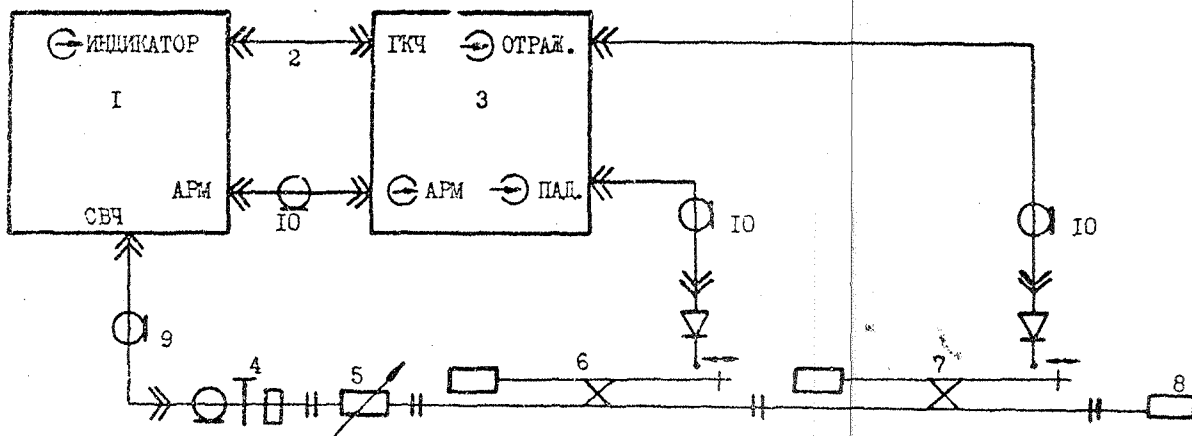

Рис. 3. Структурная схема калибровки прибора
9.1. ГКЧ, индикатор и СВЧ узлы соединяются согласно структурной схеме рис. 3. Для соединения выходов детекторов направленных с входами падающего и отраженного сигналов в индикаторе и выхода АРМ индикатора со входом АРМ ГКЧ используются соединительные двухполеточные кабели К-9 из комплекта прибора. Для остальных соединений используется кабель "006" из комплекта ГКЧ.